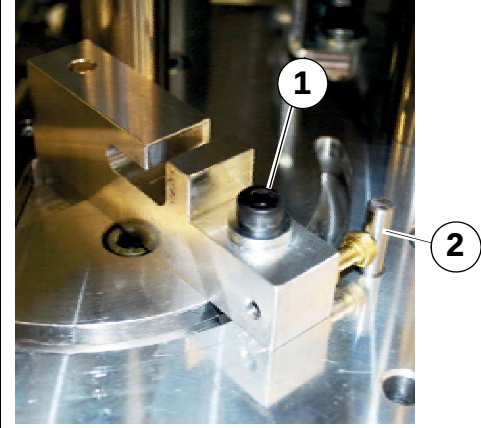

Fig. 13
- desserrer la vis de blocage arrêt (fig.13 détail 1) et déplacer l'arrêt dans la direction indiquée par la flèche;
- enlever le goujon pour la soudure à 90° (fig.13 détail 2);
- fermer l'arrêt par la vis de blocage (fig.13 détail 1);